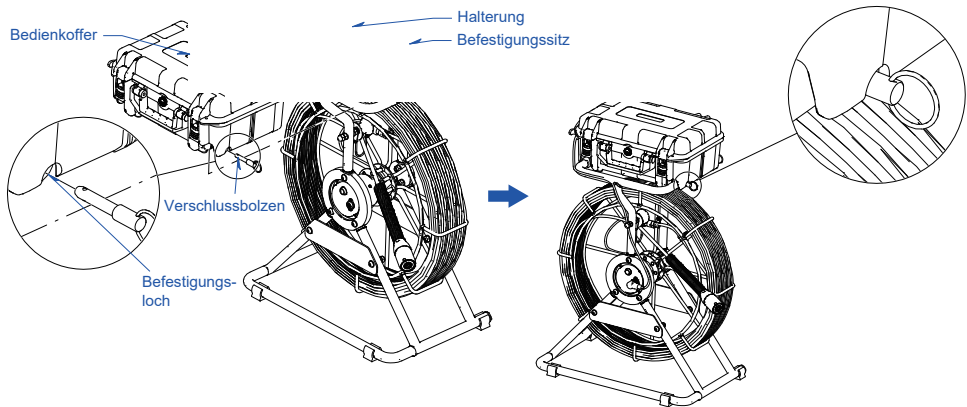

Abb. 13. Montage Bedienkoffer
3. Montieren Sie bitte den Bedienkoffer (Abbildung 13)